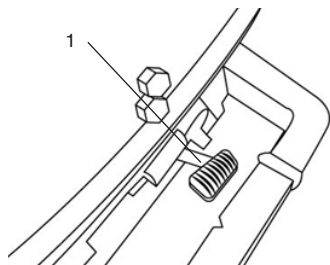

Рис. 23 Рычаг блокировки наклона
3. Левой рукой нажмите на рычаг блокировки наклона и удерживайте его в нажатом положении (Рис. 23). После чего, правой рукой возьмитесь за рукоятку 6 на кожухе двигателя (Рис. 1) и наклоните мотор в максимально верхнее положение.